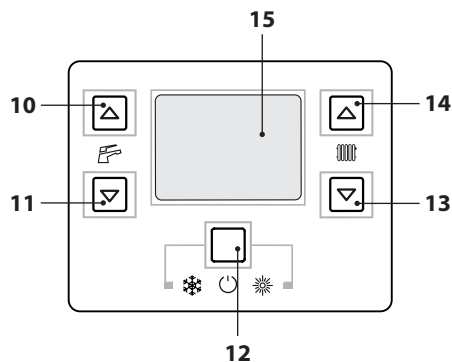

Figura 6.3
- Mantenga pulsado durante 2 segundos el botón 12 hasta que aparezcan en el display los símbolos  y  Figura 6.3.
- Apague la caldera manteniendo pulsado durante 2 segundos el botón 12 (Figura 6.3) hasta que aparezca en el display LCD el símbolo  (los guiones se encienden en secuencia para simular un desplazamiento) (Figura 6.2).